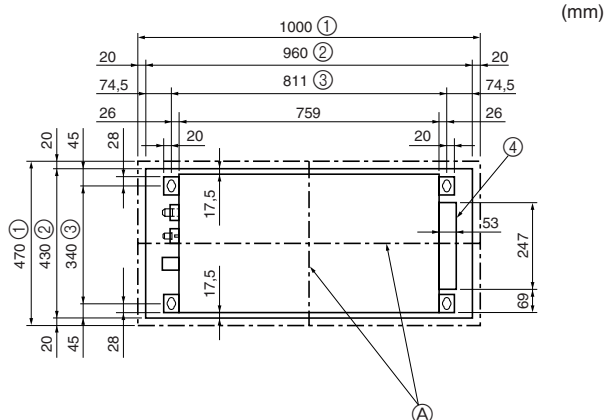

Fig. 2-3
2.3. Apertura del techo y ubicación de los tornillos de suspensión (Fig. 2-3)
- ① Lado exterior de la rejilla
- ② Abertura del techo
- ③ Paso del perno
- ④ Caja de componentes eléctricos